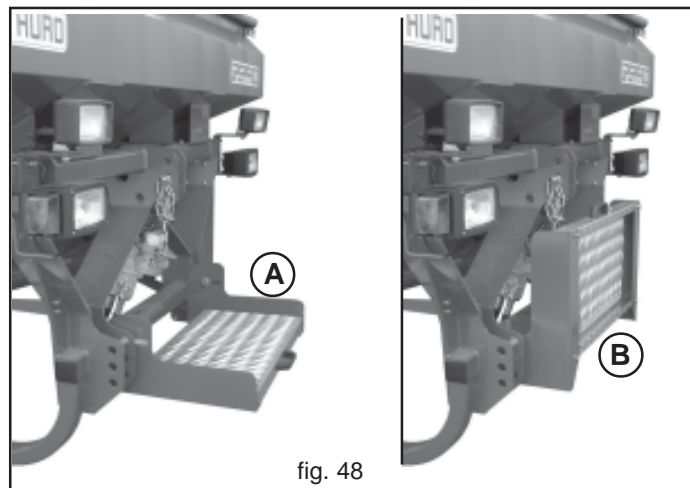

fig. 48
En caso de carga manual, utilice la plataforma (A, Fig. 48) para acceder a la tolva del equipo. Durante el trabajo o el transporte por carretera, pliegue siempre la plataforma como se indica en la Figura 48 (B).